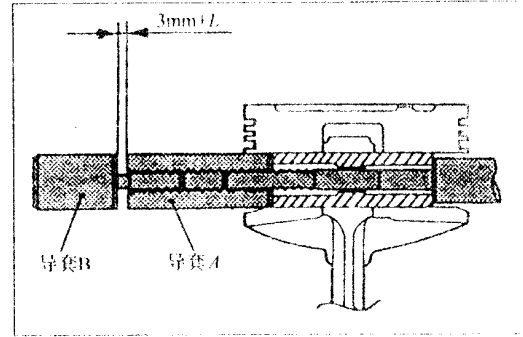

图 3-45
g. 将导套 B 拧入导套 A。两个导套之间的间隙为 3mm 加第 2 步计算所得的 L 值 (见图 3-45)。